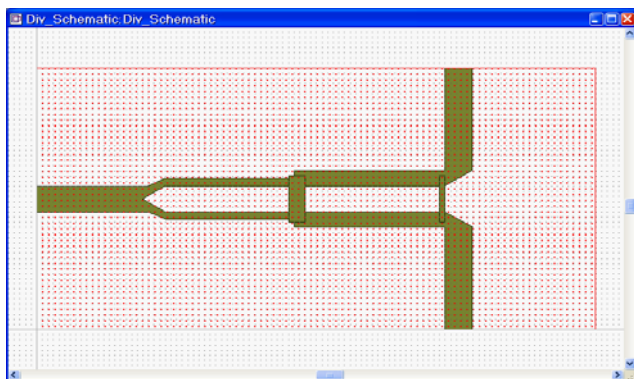

Рис. 6.90
4. Дважды щёлкните мышкой по имени ячейки в появившейся библиотеке элементов. Откроется окно редактора ячейки с импортированной топологией (рис. 6.90).
10. Щёлкните по значку **Paste** на панели инструментов и вставьте скопированную структуру в корпус. Электромагнитная структура будет выглядеть, как показано на рис. 6.90.